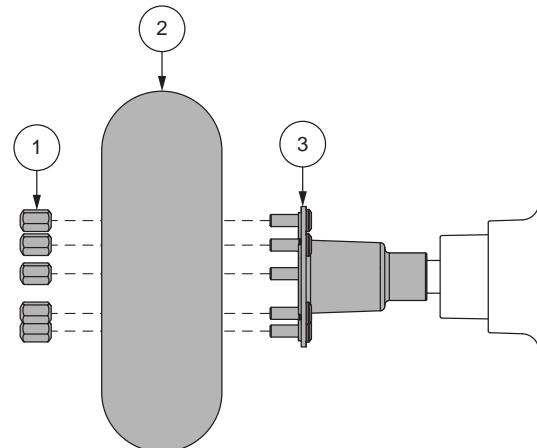

Figura 22. Extracción de la rueda de conducción
4. Retire las tuercas de la rueda de accionamiento del eje. Ver la figura 22.